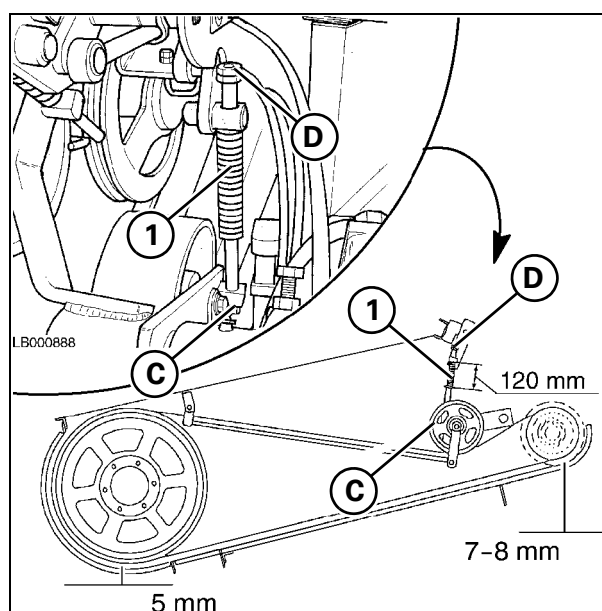

Рис. 3
**2.) Приводной ремень молотилки** Рис. 3